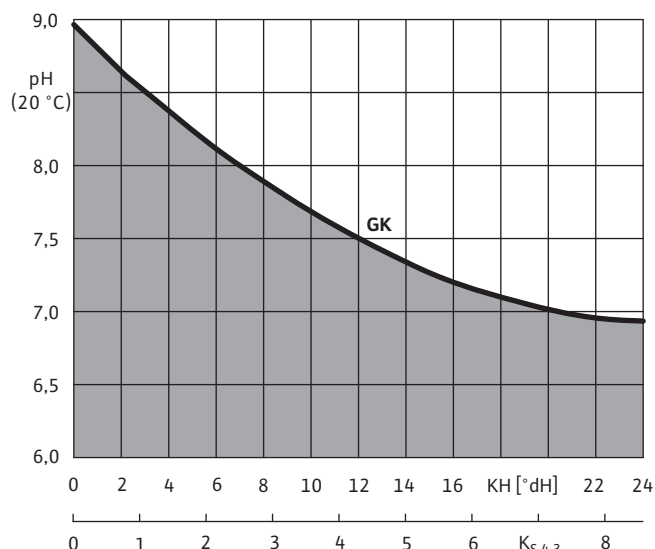

Рис. 1: Подверженность отслоению известковых налетов.
- Подверженность отслоению известковых налетов согласно рис. 1. Основной параметр: показатель pH и карбонатная жесткость или кислотная ёмкость  $K_{S\ 4,3}$  перекачиваемой воды.
Накипи вредят процессу перекачки жидкости или препятствуют отводу тепла от мотора. Причиной образования нежелательных отложений может стать повышенная подверженность образованию известкового отложения согласно рис. 1 (жесткая вода, например, железо – примерно 0,2 мг/л или магний – примерно 0,1 мг/л, осадок охры или двуокись марганца).